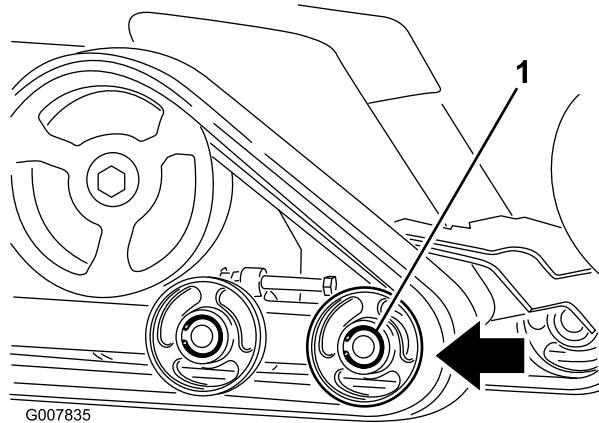

Figura 48
6. Empuje la rueda de rodaje delantera todo lo posible hacia atrás (Figura 48).
8. Una vez retirada la oruga de la rueda de rodaje, retírela de la máquina (Figura 48).
9. Empezando en la rueda motriz, pase la oruga nueva alrededor de dicha rueda, asegurándose de que los dientes de la oruga encajen entre los espaciadores de la rueda (Figura 48).
10. Introduzca la oruga por debajo y entre las ruedas de rodaje trasera y central (Figura 48).